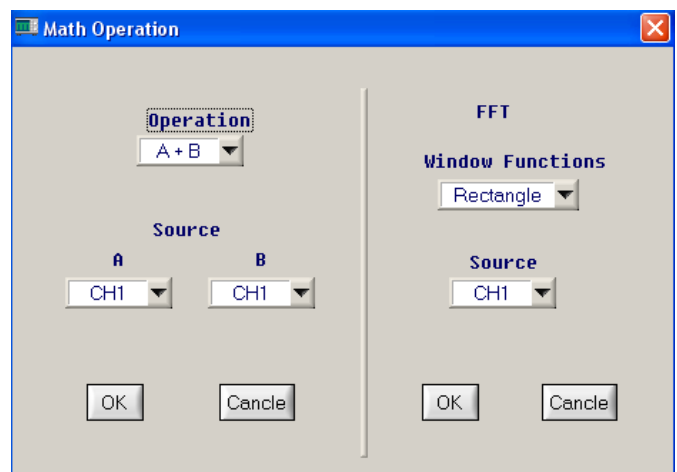

Рисунок 2-6
**a) Math operation** (Математические операции): если щелкнуть мышью на этом пункте меню, появляется диалоговое окно математических операций, показанное на рис. 2-6 и позволяющее выбрать математическую операцию или выполнить быстрое преобразование Фурье (FFT).